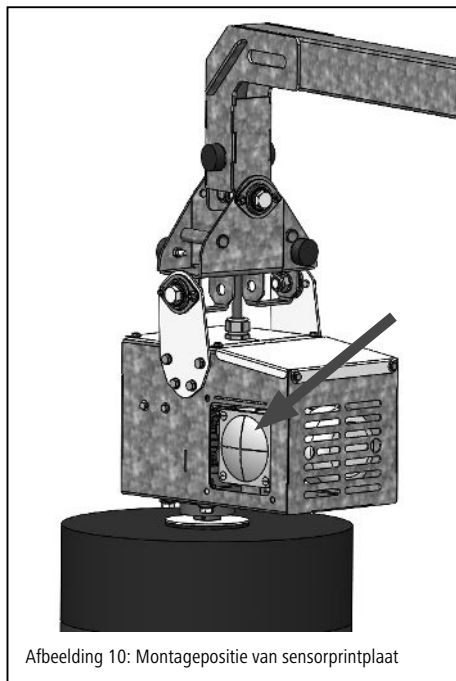

Afbeelding 8: Aansluitschema van printplaat met condensator - MaxiSwing
De cyclustijd is af fabriek ingesteld op 60 seconden. Indien nodig kan deze met behulp van het dip-switch-element op de printplaat (afb. 8 – pos. 1) op een waarde tussen 10 en 300 seconden worden ingesteld. De cyclustijd mag alleen na ruggespraak met de klantenservice van Kerbl opnieuw worden ingesteld.
Zekering 6, 3 A (afb. 8; pos 3+4) op de printplaat doorgebrand of losgeraakt.	- Besturing van het lichtnet loskoppelen en tegen opnieuw inschakelen beveiligen. - Controleren of de zekeringen stevig vastzitten. - Defecte zekeringen vervangen. (Afb. 8 – pos. 3+4) - Wanneer bij de herstart na het vervangen van de zekeringen geen weergave op het display verschijnt, is de hoofdprintplaat defect.